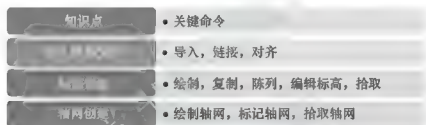

图 1.35 知识体系
(1) 根据本项目，完成全部标高和轴网的绘制。
(2) 对照图 1.35，梳理自己所掌握的知识体系，并与同学相互交流、研讨个人对某些知识点或技能技巧的理解。